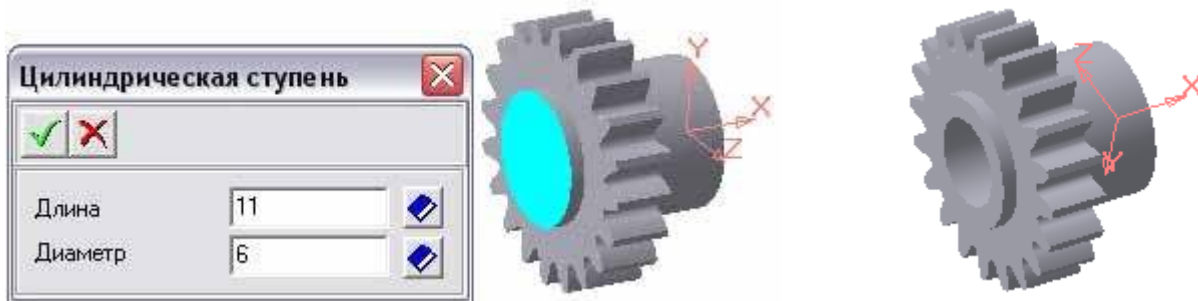

Рисунок 1.26 – Вирізання отвору для валу
15. І останнє, необхідно вирізати отвір для валу. Виберіть команду **Внутрішня циліндрична сходи́нка**, вкажіть торцеву площину маточини, задайте параметри отвору, завершіть побудову (рис. 1.26).